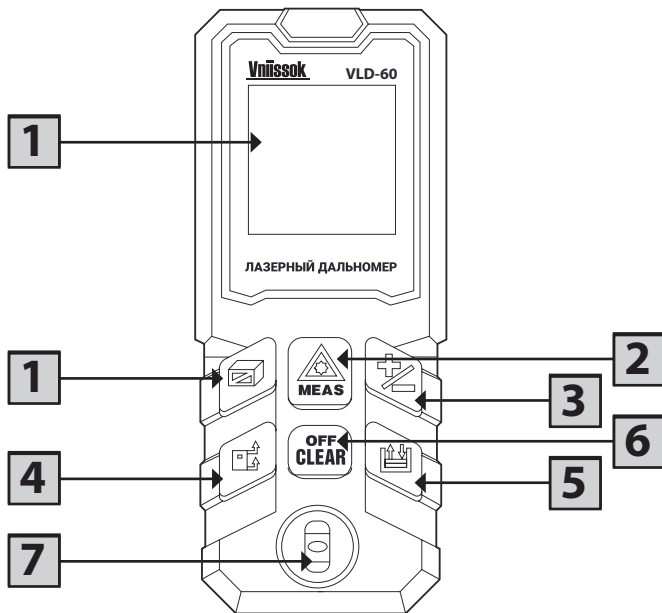

Рисунок 1.5
1. Включите прибор нажатием на кнопку «2» (рисунок 1.5), на дисплее отобразится символ батареи и все четыре строки дисплея в виде прочерков.
Длительно нажмите кнопку «4», (рисунок 1.5), чтобы переключить единицы измерения. m (метры), ft (футы), in (дюймы).
По умолчанию опорная точка установлена на уровне задней кромки прибора. Нажатием кнопки «5» (рисунок 1.5), можно осуществить изменение опорной точки. При выключении прибора значение этого параметра не сохраняется.
Включите прибор. Нажмите на кнопку «2» (рисунок 1.5) - включится лазерный целеуказатель и на дисплее высветится результат измерения.
Удерживайте кнопку «2» (рисунок 1.5), пока не услышите звуковой сигнал. (Прибор перейдет в режим непрерывного измерения). Направляйте лазерный луч на небольшую площадь вокруг цели измерения (например, угла) как показано на рисунке ниже.
Нажмите кнопку «2» (рисунок 1.5), чтобы остановить непрерывное измерение. Соответствующее максимальное или минимальное измерение отображается на дисплее, так же отобразится разница между максимумом и минимумом и на дисплее отобразится последнее измерение.
Включите прибор коротким нажатием на кнопку «2» (рисунок 1.5). После того, как прибор включился, нажмите и удерживайте кнопку «2» (рисунок 1.5), для включения режима непрерывного измерения. Соответствующий значок будет отображен в левом верхнем углу дисплея. При этом если активен зуммер, звук постоянно будет раздаваться во время непрерывного измерения. Чтобы остановить непрерывное измерение и выйти из этого режима нажмите коротко кнопку «2» (рисунок 1.5).
Последовательно нажимайте кнопку «4» (рисунок 1.5), до тех пор, пока на экране не отобразится знак. Нажмите кнопку «2» (рисунок 1.5), измерьте одну грань участка, затем снова нажмите кнопку «2» (рисунок 1.5), и измерьте вторую грань, после чего прибор автоматически произведет подсчет значения площади и отобразит его в основной зоне дисплея.
Последовательно нажимайте кнопку «3» (рисунок 1.5), до тех пор, пока на экране не отобразится знак. Нажимая кнопку «2» (рисунок 1.5), поочередно измерьте все три грани, после чего прибор автоматически произведет подсчет значения объема и отобразит его в основной зоне дисплея в соответствующих единицах измерения.
Для косвенного измерения длины последовательно нажимайте на кнопку «3» (рисунок 1.5) пока на дисплее
не высветится значок  и не появится обозначение для измерения по теореме Пифагора мигающей гипотенузой. Мигание гипотенузы означает, что Вы можете измерить первое расстояние: нажмите на кнопку «2» (рисунок 1.5), - на верхней строчке отобразится значение (1), еще раз нажмите на кнопку «2» (рисунок 1.5), чтобы измерить второе расстояние (2). На второй строчке высветится результат измерения. Результат мгновенно будет высвечен на третьей строчке. (Искомый «X» см. рисунок выше).
В данном варианте необходимо измерить расстояние X , где X - сторона BC треугольника ABC . Последовательно нажимайте на кнопку «3» (рисунок 1.5), пока на дисплее
Следуя подсказкам на дисплее измерьте первое расстояние нажатием на клавишу «2» (рисунок 1.5), далее нажатием на кнопку «2» (рисунок 1.5), измерьте второе, а затем третье расстояние. Результат отобразится в нижней части дисплея.